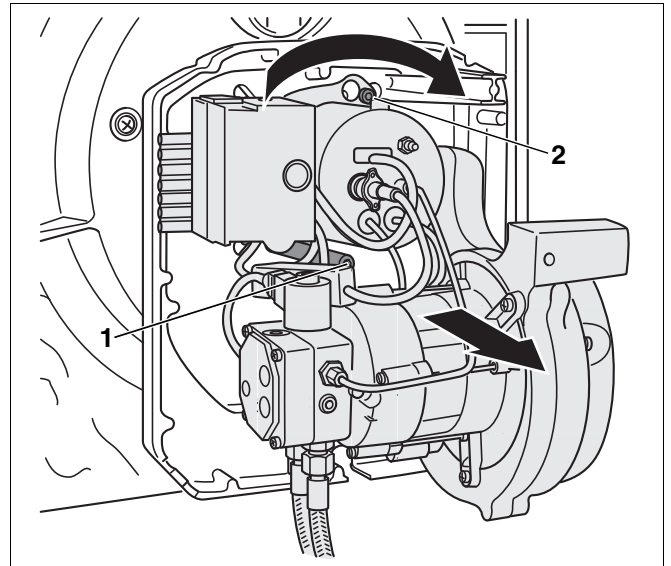

Abb. 44 Schrauben der Bajonettbefestigung lösen
- Schrauben der Bajonettbefestigung (Abb. 44, **Pos. 1** und **2**) lösen (nicht vollständig herausdrehen) und mit leichter Rechtsdrehung (Abb. 44) Brenner von der Brennerrückwand abnehmen.